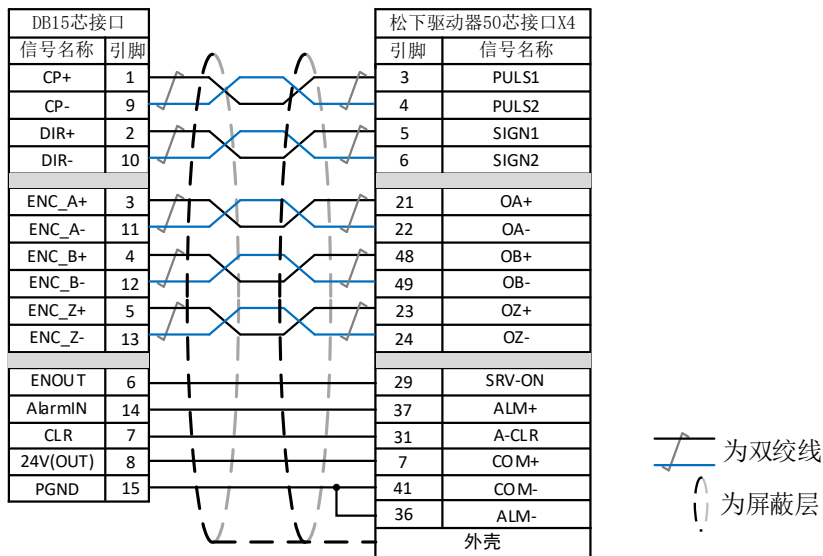

图 2.3 松下 A5 低速脉冲口接线图
2.1.3.1 松下 A5 系列低速脉冲口接线如图 2.3 所示。